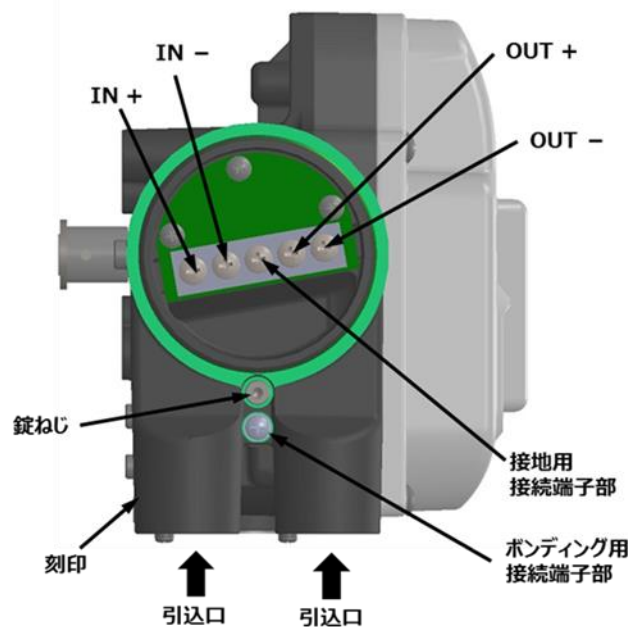

図 1.4a 引入口と接続端子部
5. 図 1.4a に示すように、接地用又はボンディング用導線の 2 つの接続端子部を使用することができます。接地用接続端子とボンディング用接続端子は電氣的に等価です。設置環境や適用する法令に従って配線を行ってください。